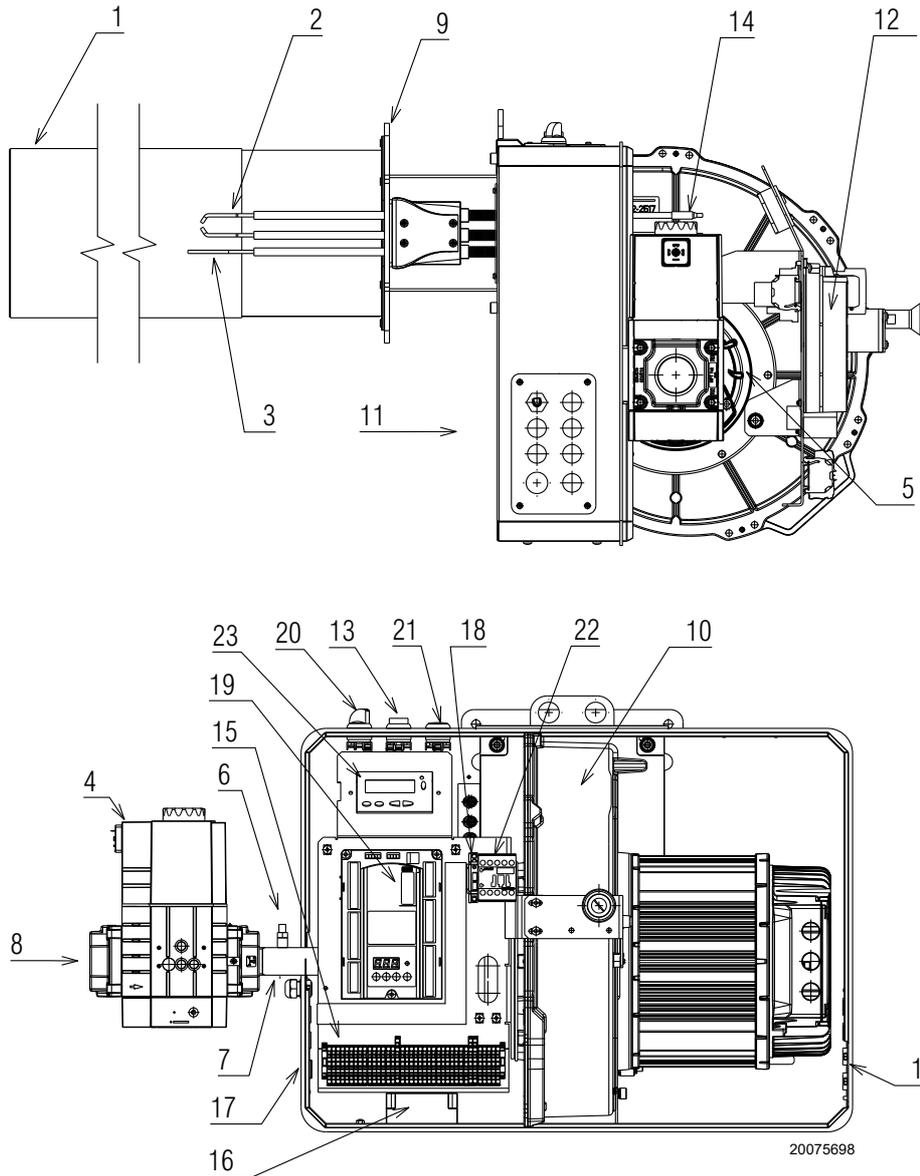

Abb. 2
(1) Referenzbedingungen: Raumtemperatur 20°C - Gastemperatur 15°C - Barometrischer Druck 1013 mbar - Höhe 0 m ü.d.M.
(2) Eingangsgasdruck 8)(Abb. 2 auf S. 10) bei Druck Null in der Brennkammer und bei Höchstleistung des Brenners.
(3) Schalldruck gemessen im Verbrennungslabor des Herstellers bei laufendem Brenner am Prüfkessel, bei höchster, durchschnittlicher und niedrigster Modulationsleistung. Die Schalleistung wird mit der von der Norm EN 15036 vorgesehenen "Free Field" Methode mit der Messgenauigkeit "Accuracy: Category 3" gemessen, wie von der Norm EN ISO 3746 vorgeschrieben.
Das Aufleuchten der Taste 13)(Abb. 2) weist auf eine Störabschaltung des Brenners hin. Zum Entstören die Taste drücken.